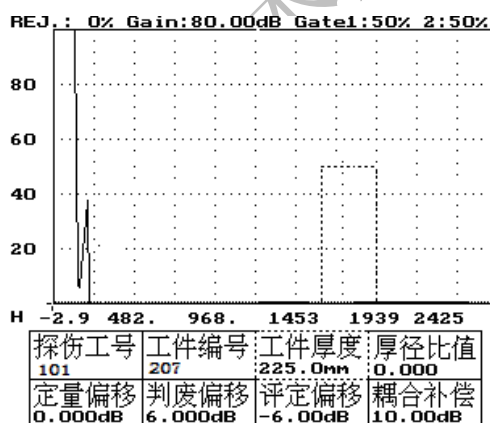

图 3-1
- 4、按方向键——将虚框移到工件厚度参数上。如图 3-1 所示。